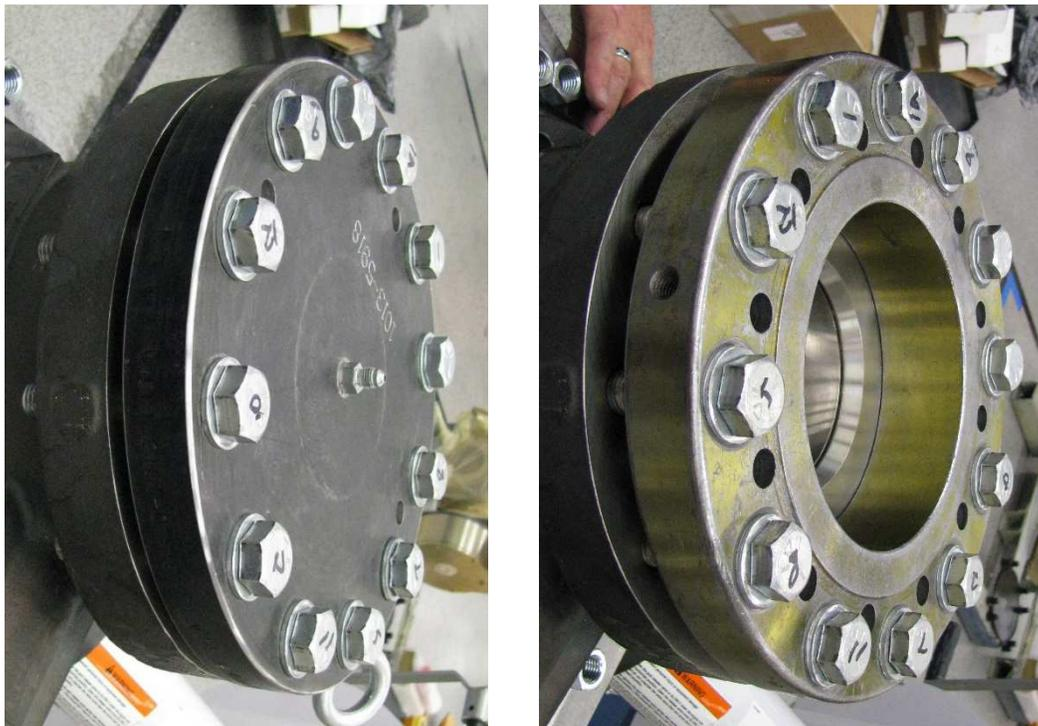

Figura 3-2. Mangas de entrada con esfera en relieve
2. La primera vez, apriete los pernos a un par de torsión recomendado del 25 % según la secuencia en la Figura 3-2.
3. La segunda vez, apriete las tuercas a un 75 % del par de torsión recomendado siguiendo la secuencia en la Figura 3-2.
4. La tercera vez, apriete los pernos al 100 % del par de torsión recomendado siguiendo la secuencia en la Figura 3-2.